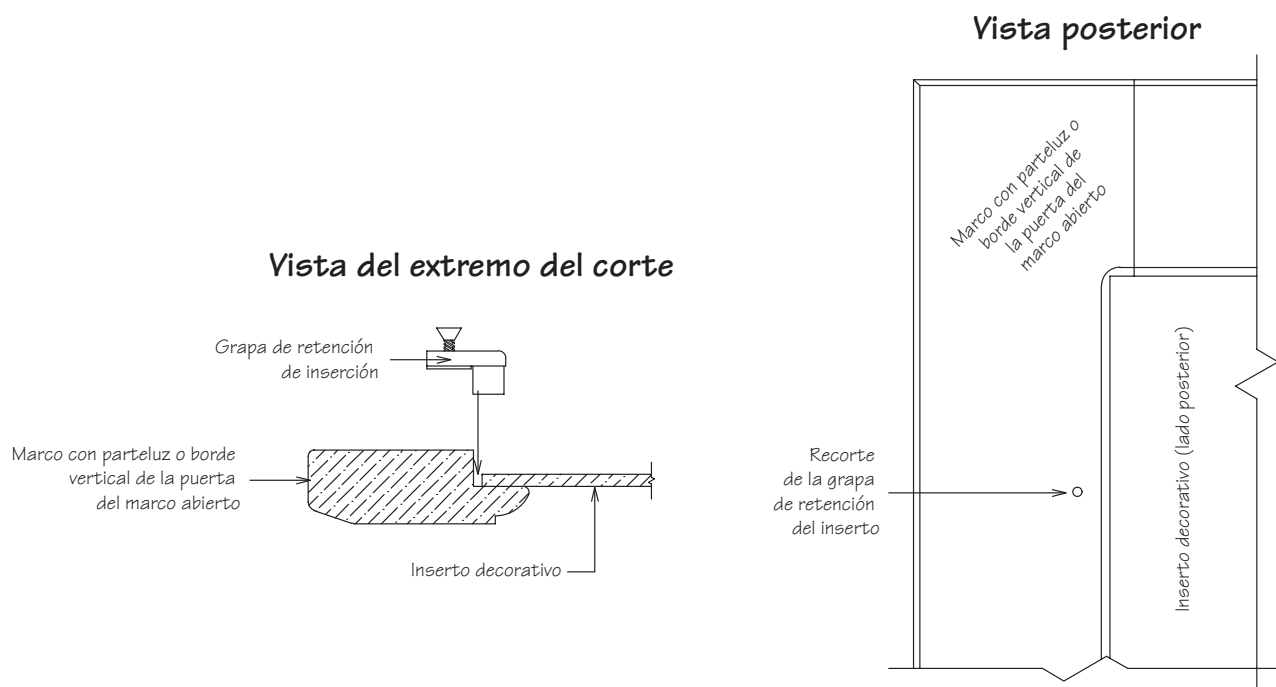

Figura 1
- 5** Asegure el panel decorativo de inserción en su lugar fijando las prensas de retención en el agujero que hizo previamente. Vea la figura 1.